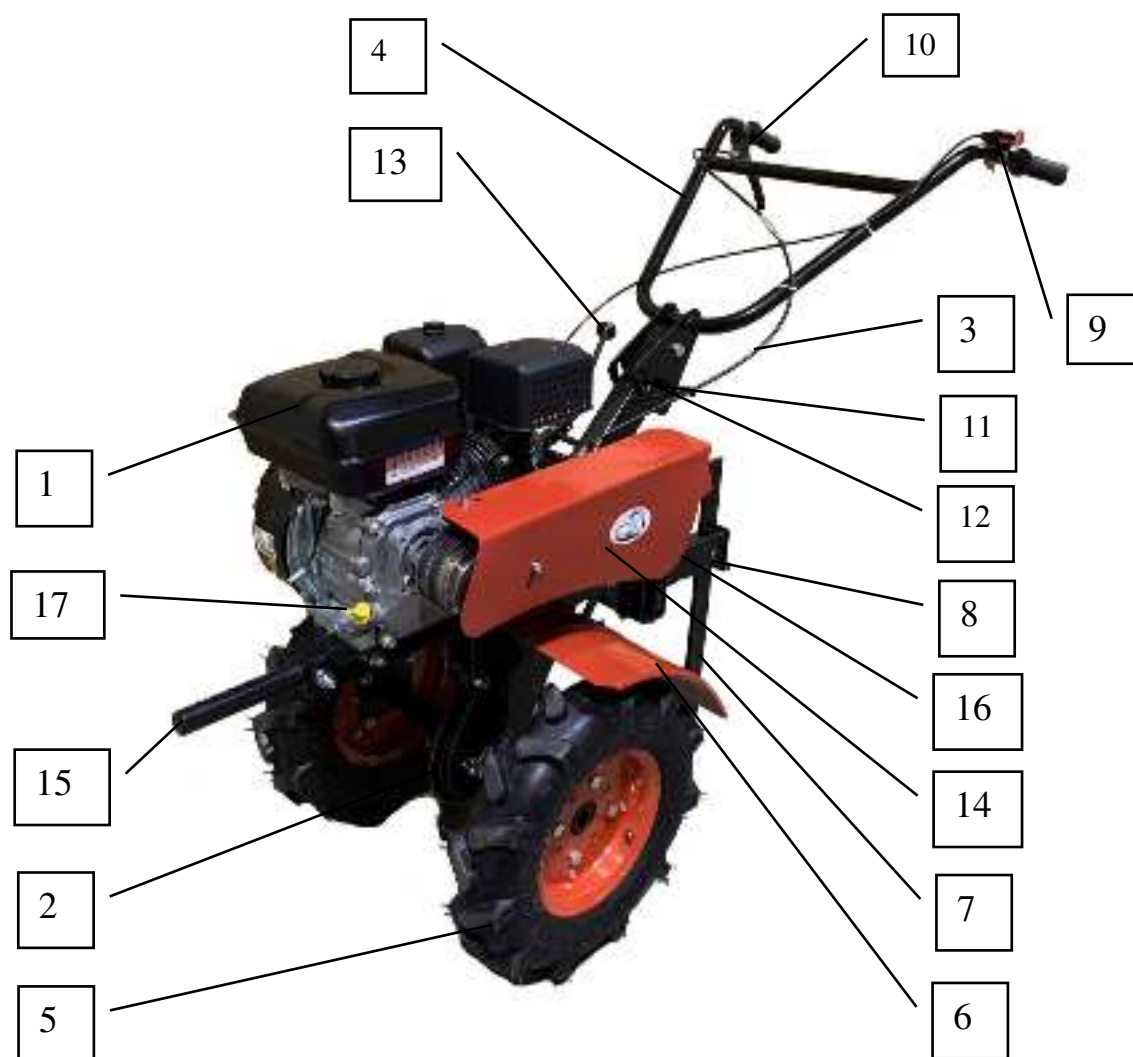

Рисунок 1-Мотоблок «Тарпан 07-03»
1.3.1 Основными узлами мотоблока являются (рисунок 1):
1.4.1 Принцип действия мотоблока: от двигателя 1 (рисунок 1) через механизм сцепления 3 и коробку переключения передач 2 приводится во вращение вал редуктора, на котором закреплены колеса 5, приводящие в движение мотоблок.
1.5.3 Заводской номер мотоблока указан на заднем кронштейне поз. 16 (рисунок 1).